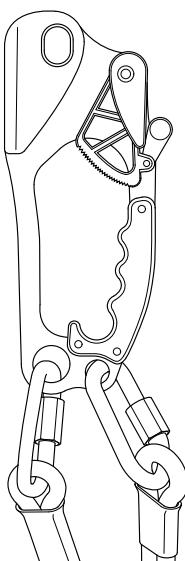

FIG. 2
2. Bloqueie o braço de mola no corpo de elevação (Fig. 2)